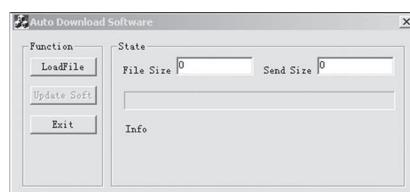
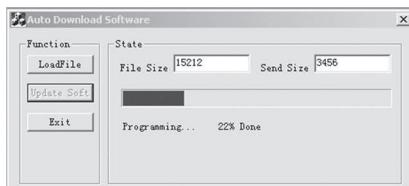

Рис. 10.
Рис. 11.
3. Скачайте программу для прошивки детектора на сайте <http://service.mercury-equipment.ru/>. Запустите программу на компьютере и нажмите кнопку “Load File” для выбора файла с загружаемой прошивкой (с расширением .UPL) (см. рис. 10). Затем нажмите кнопку “Upload soft” для загрузки прошивки (см. рис. 11).